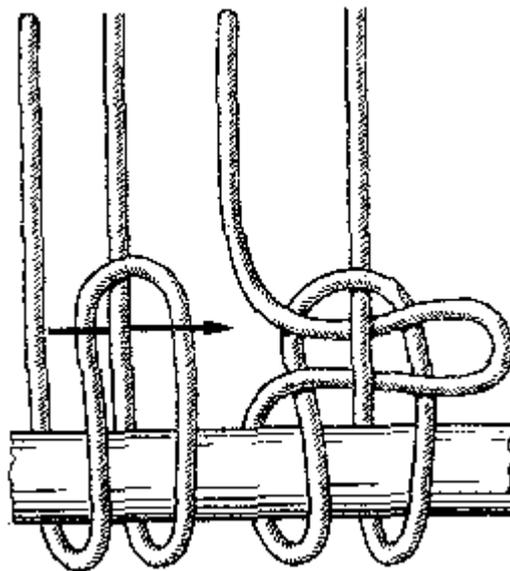

Рис. 103. Ведерный узел
**Ведерный узел** (рис. 103). Представьте себе, что альпинисту нужно спуститься по веревке с высоты вниз. Он идет один, и у него всего одна веревка, которая ему еще потребуется. Что сделать, чтобы, спустившись с высоты, унести с собой веревку? Очень просто: веревку нужно закрепить ведерным узлом, спуститься по ее коренному концу и рывком за длинный ходовой ко-